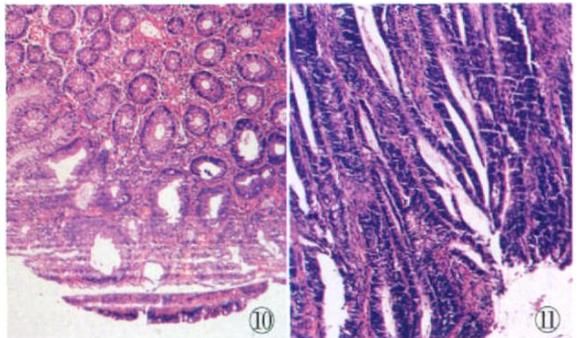

图10、11 切片出现震动、颤动的痕迹
1.6 切片出现震动、颤动的痕迹 震颤或微小振动大多数是缘自于组织处理时过度脱水所致,但是也可能是因为刀钝、角度太大或者切片速度太快(图10、11)。